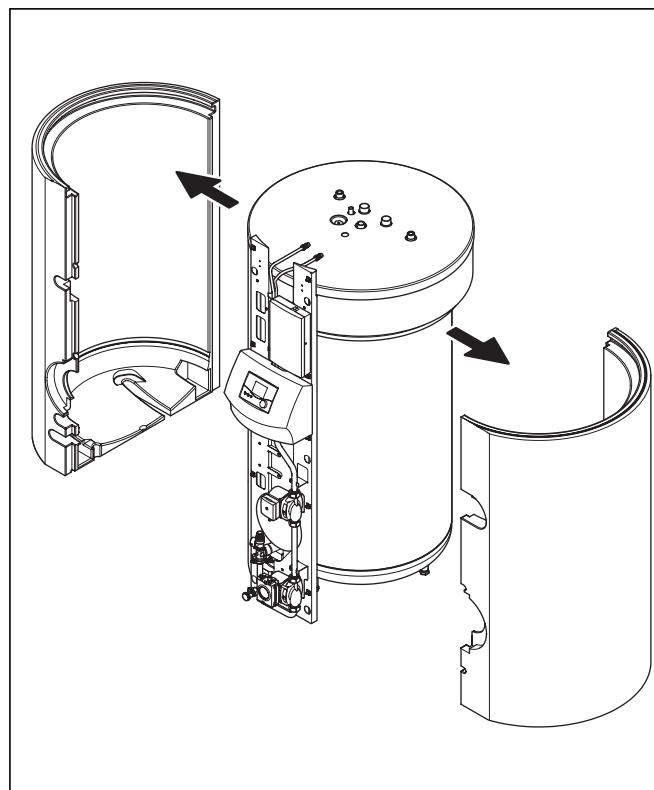

Abb. 4.8 Isolierung abnehmen
- Montieren Sie die Isolierung von oben nach unten, siehe Abb. 4.8.